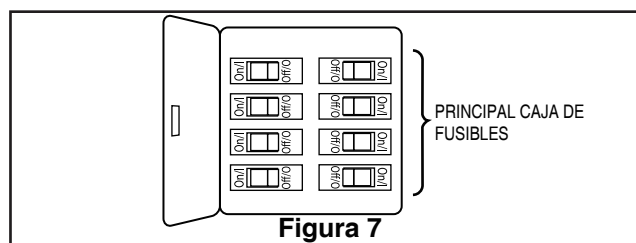

Figura 7
- ☐ 6. Levante el ventilador del enganche del soporte colgante e instale su ventilador deslizando la cubierta del techo con dos tornillos aflojados en las ranuras en forma de "L" de la cubierta. Asegúrese de que todo el cableado se introduce adecuadamente en la cubierta del techo y que no se presiona ningún cable. Una vez que la cubierta está colocada y alineada con el techo, gire en el sentido de las agujas del reloj para asentar los tornillos en la parte correcta de la ranura. A continuación fije adecuadamente los tornillos. (Figura 7)
Para evitar una posible descarga eléctrica, asegúrese de cortar la alimentación eléctrica de la caja de fusibles principal antes de colgar el ventilador. (Figura 7)